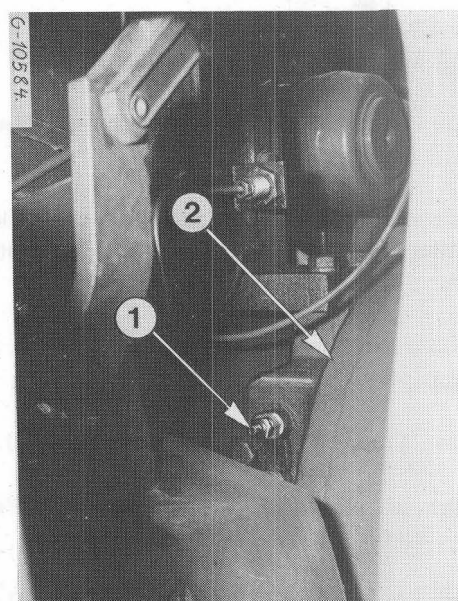
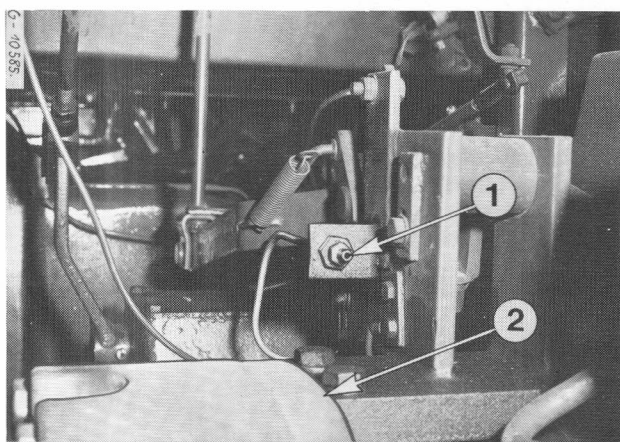

Figure 98 - Clapet de purge d'air des freins de roues arrière (droite et gauche)
Figure 99
6 - Purge des maître-cylindres de roue et des freins à disque : Ouvrez les clapets de purge Fig. 98 et le clapet (1) Fig. 99.